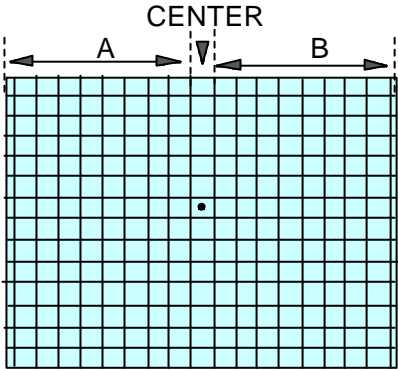

Fig.1-2
- 2.クロスハッチのドットマークが真中に位置し、かつ左右のマス目が同数(A=B)になる様にリモコンの「音量 + ・ -」キーにて調整する (Fig1-2)